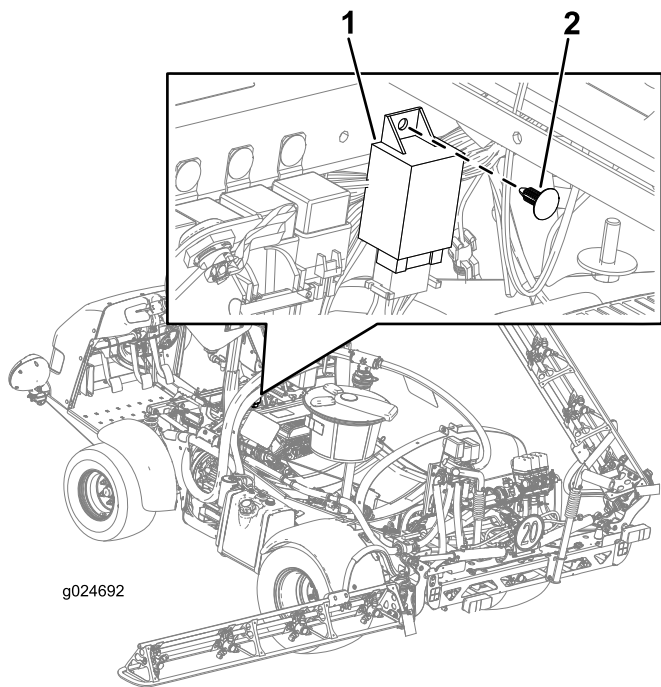

図 22
- フラッシュモジュールを、機体フレームについている穴に合わせる 図 22。
- フラッシュモジュールの穴から機体のフレームへ、押し込み型ファスナーを通す 図 22。